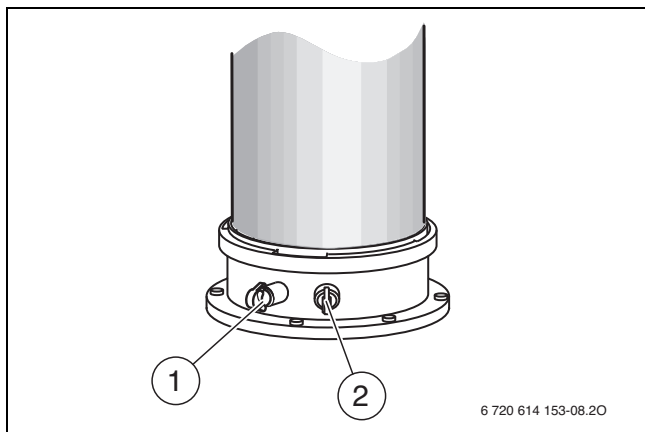

Bild 106 Abgasmessstutzen und Verbrennungsluft-Messstutzen
- ▶ Stopfen am Verbrennungsluft-Messstutzen (→ Bild 106, [2]) entfernen.
- ▶ Stopfen am Abgasmessstutzen (→ Bild 106, [1]) entfernen.